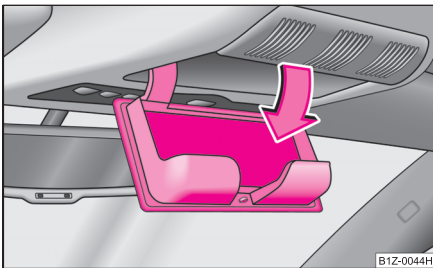

Abb. 71 Ausschnitt aus
- Drücken Sie auf den Deckel des Ablagefaches, das Ablagefach klappt nach unten auf ⇒ Abb. 71.